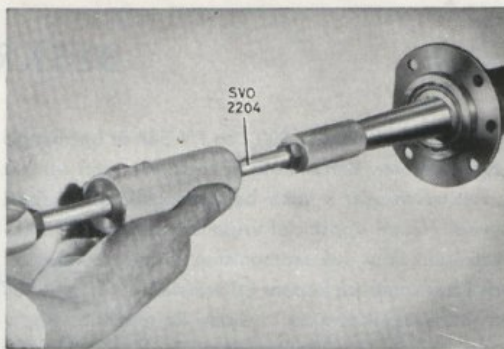
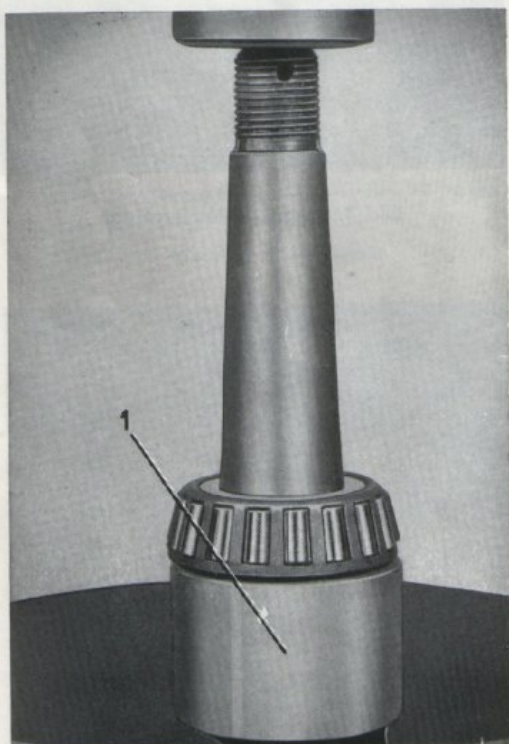

Bild 2. Demont. av drivaxel.
Bild 10. Demont. av drivaxellager.
2. Drag ut drivaxeln, bild 2. Använd utdragare SVO 2204.
2. Drag ut drivaxeln, bild 2. Använd verktyg SVO 2204. Kontrollera ev. byt fättningsringen.
3. Pressa av lagret, se bild 10. Använd SVO 1806 som underläggsring. Montera det nya lagret med hjälp av hylsa SVO 1805, se bild 30.
3. Tag bort drivaxlarna (13). Använd utdragare SVO 2204, se bild 2. Pressa vid behov rullagret (15) av axlarna. Härvid användes som underläggsring SVO 1806, se bild 10.